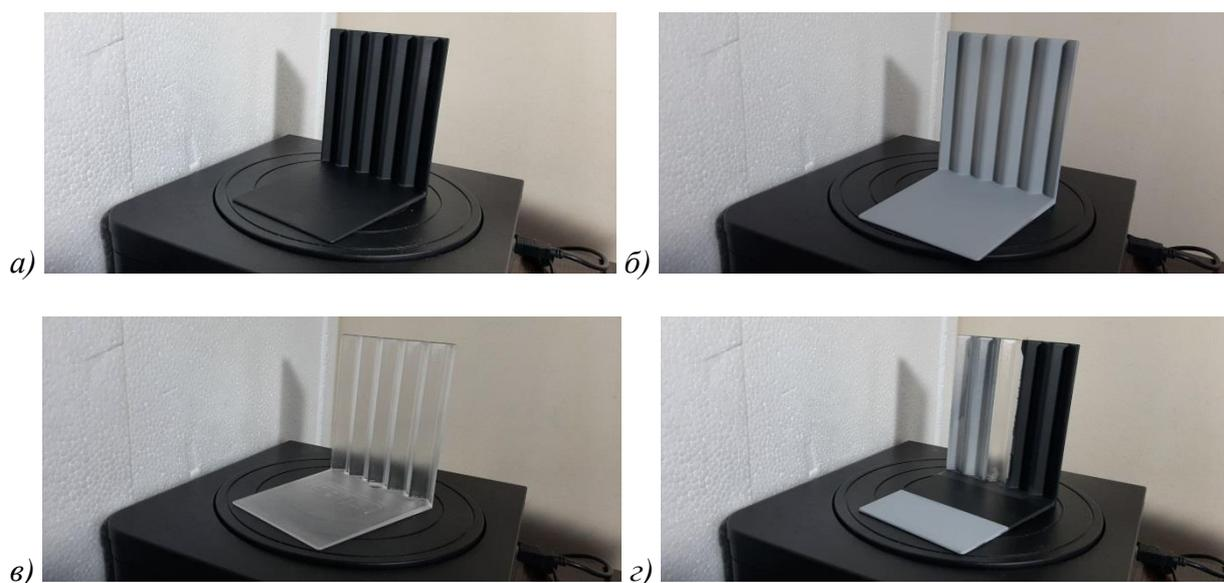

Рисунок 4.1 Модели для сканирования, где
- Набор моделей для сканирования (Рисунок 4.1).